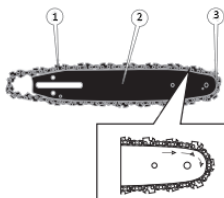

Рисунок 2
3.1.3 Зніміть притисну кришку шини та візьміть ланцюг (1) і розташуйте його вздовж шини (2) правильно зорієнтувавши у напрямку руху. Введіть ланцюг в зачеплення з веденою зірочкою (3), яка розташована на носку шини (Рисунок 2)